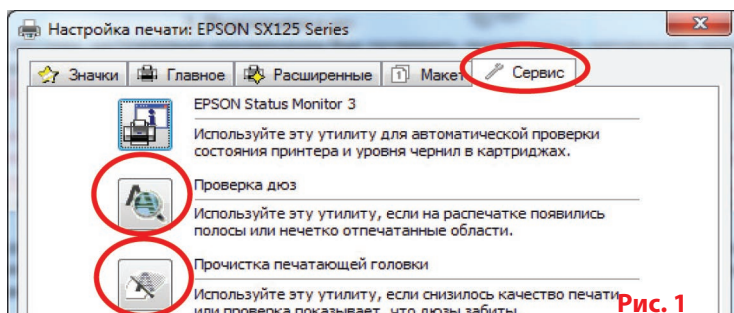

Рис. 1
1.2. Напечатайте тест проверки дюзов для оценки работоспособности принтера. Для этого вызовите диалоговое окно настройки печати принтера: в Windows нажмите „Пуск” > „Панель управления” > „Принтеры и факсы” > нажимаем правой кнопкой мыши на нужном принтере (МФУ) > в контекстном меню выбираем „Настройка печати” > в открывшемся окне (Рис. 1) выбираем вкладку „Сервис” > нажимаем кнопку „Проверка дюзов”.
Если тест дюзов дал положительный результат переходите к установке СНПЧ. Результат отрицательный, выполните рекомендации по прочистке печатающей головки программными средствами принтера ((Рис. 1) Вкладка „Сервис”, кнопка „Прочистка печатающей головки”), если это не дает положительного результата обратитесь в специализированный сервисный центр для ремонта принтера и промывки печатающей головки.